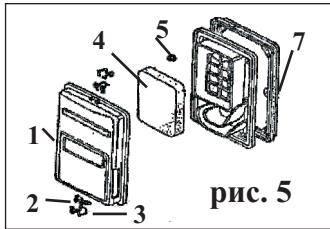

рис. 5
6.4.1 Демонтируйте крышку 1 (рис.5). При отделении крышки от корпуса не повредите уплотнение. Снимите фильтрующий элемент 4 (рис.5).